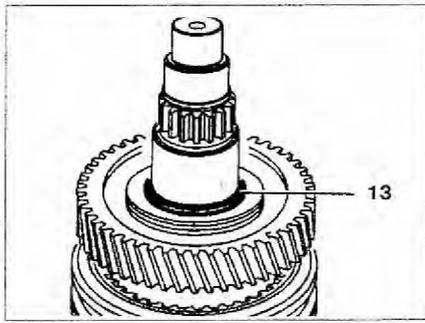

Рис. 4.28. Снимите стопорное кольцо 13.
8. Снимите стопорное кольцо 13 (рис. 4.28).